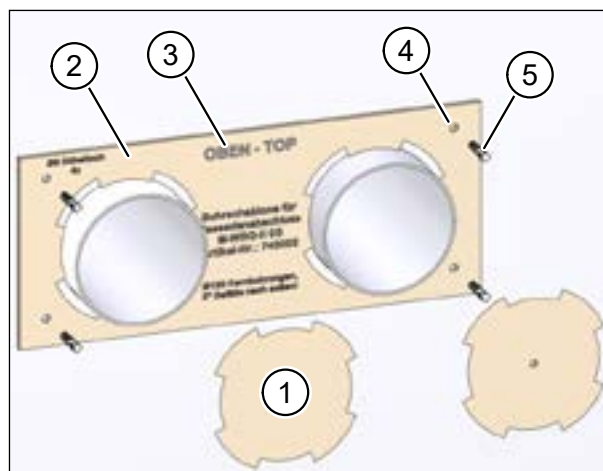

Рис. 8: Просверлить отверстия
- ▶ Выдавите предварительно заготовленные высечки (поз. 1 на рис. 8) для вентиляционных труб из шаблона (поз. 2 на рис. 8).
- Обратите внимание на надпись TOP- „ВЕРХ“ (поз. 3 на рис. 8) на сверильном шаблоне.
- ▶ В наружной стене с помощью сверла диаметром 6 мм просверлите четыре отверстия глубиной прим. 40 мм в местах, указанных на шаблоне (поз. 4 на рис. 8).
- ▶ Вставьте четыре дюбеля, входящие в комплект поставки (поз. 5 на рис. 8), в отверстия.